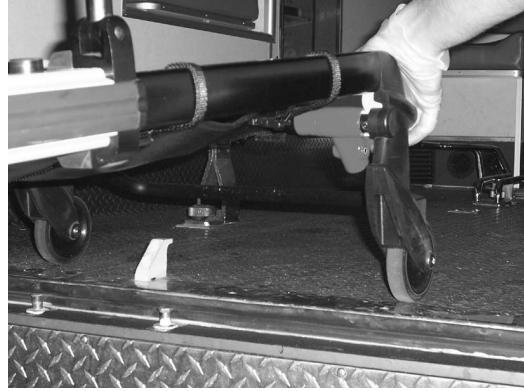

Figura 22: Desenganche de la barra de seguridad
4. **Operador 2:** tire de la palanca de desbloqueo de la barra de seguridad hacia delante para desenganchar la barra de seguridad del gancho de seguridad del compartimento del paciente tal como se muestra en la Figura 22.